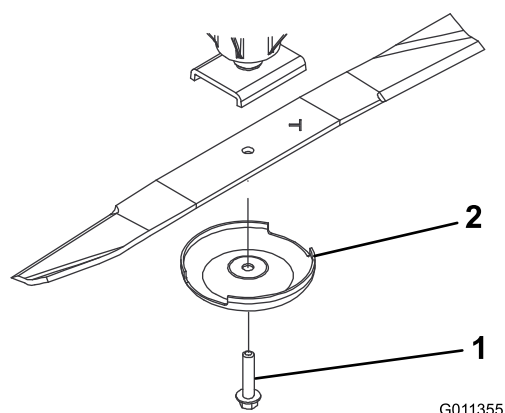

图 88
3. 卸掉刀片螺栓、防刮罩并从铰轴上取下刀片 (图 88)。